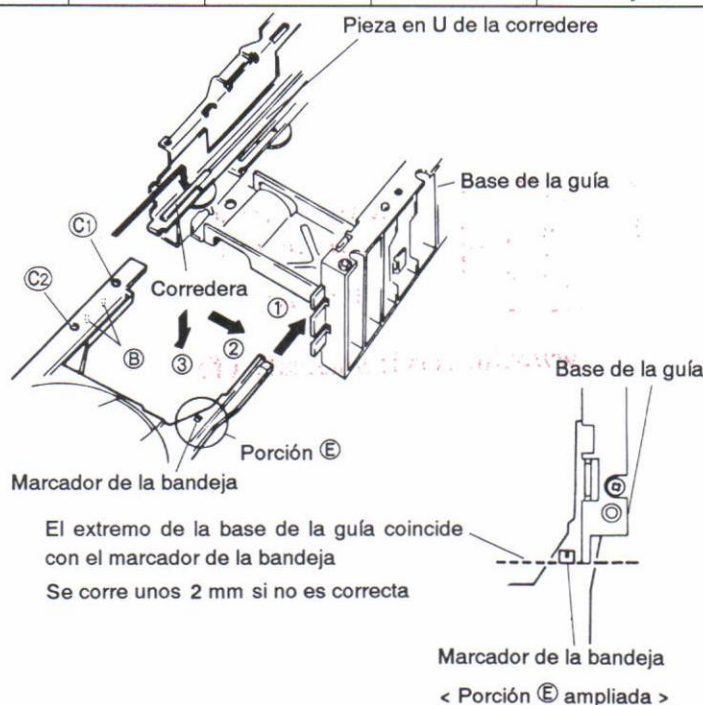
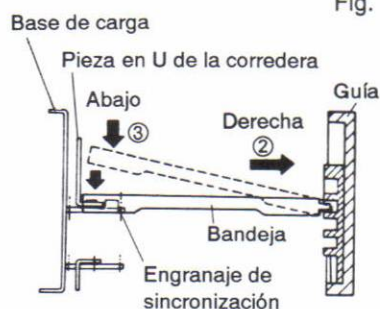
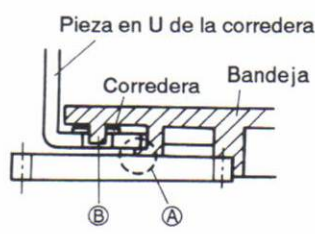

Fig. 9-8.
Fig. 9-9.
Fig. 9-10.
Después de terminar todos los ajustes, fijar la bandeja 1 de la manera siguiente: En primer lugar, desmontar el panel frontal, pues impide el montaje de la bandeja 1. 1. Poner la pieza en U en la posición más avanzada (bandeja totalmente abierta). 2. Poner la corredera en la posición más avanzada como se ilustra en la Fig. 9-8. 3. Como ilustra la línea punteada en la Fig. 9-9, introducir la bandeja hasta la posición en que sus agujeros coincidan con los de la corredera (asegúrese de que la corredera no se deslice hacia atrás). 4. Bajar la bandeja empujándola hacia la derecha (hacia la guía), mientras se sostiene la corredera desde abajo con un dedo. 5. Ajustar la posición de la bandeja de manera que el gancho (A) y la parte sobresaliente (B) queden en la posición correcta según se ilustra en la Fig. 9-10. Comprobar que el engranaje de sincronización engrana correctamente con el de la bandeja. 6. Comprobar que los agujeros de montaje de la corredera coinciden con los del centro de la bandeja. Apretar los tornillos (C1) y (C2) en este orden. 7. Después de terminar el montaje, abrir completamente la bandeja y comprobar que las piezas ocupan las posiciones ilustradas en la porción E ampliada. Si la posición no es satisfactoria, se debe repetir el ajuste nuevamente desde el comienzo.